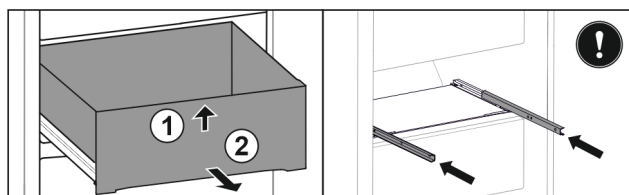

Fig. 48
- ▶ Lyft upp utdragslåda framtill. Fig. 48 (1)
- ▶ Ta ut utdragslåda genom att dra den framåt. Fig. 48 (2)